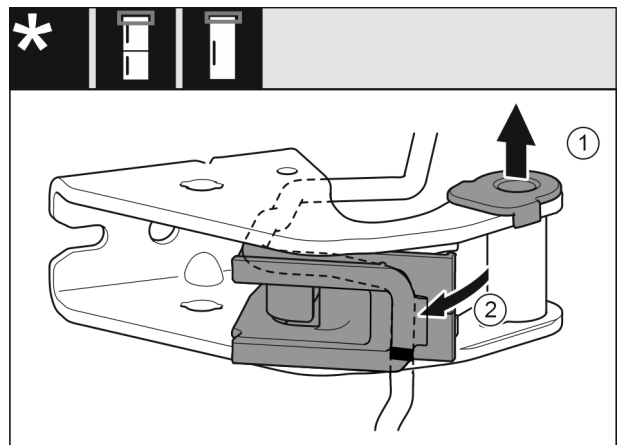

Fig. 26
- ▶ Nxirrni jashtë nga foleja udhëzuese manikotat e kapjes. Fig. 26 (1)
- ▶ Nxirrni kabllon nga mbajtësja e kabllos. Fig. 26 (2)